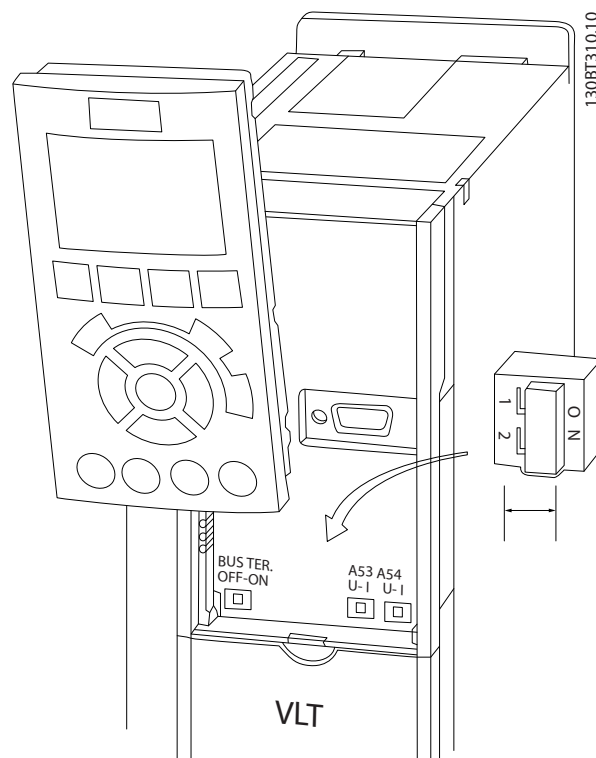

图 2.18 端子 53 和 54 开关及总线端接开关的位置
- 在拆下 LCP 后可以看到这些开关（请参阅图 2.18）。